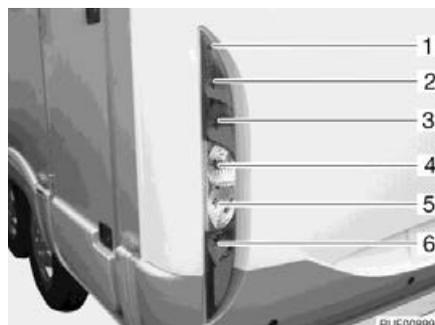

Bild 290 Beleuchtung Heck
- Gehäuseschrauben (Bild 290,1) lösen.